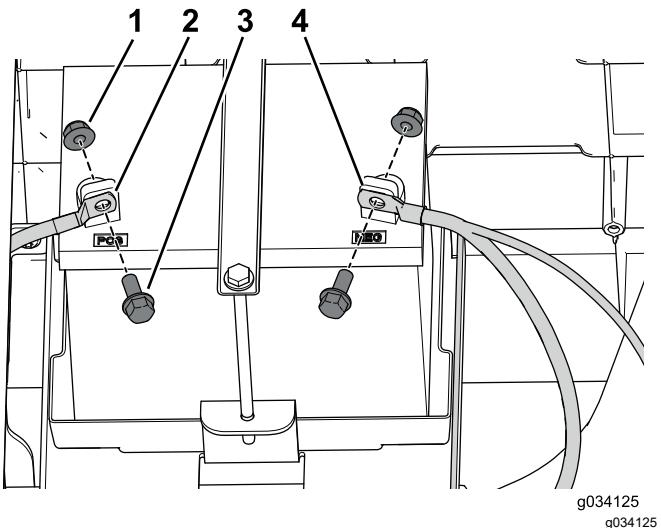

Figura 10
5. Desconecte el cable negativo (-) de la batería, y luego el cable positivo (+) de la batería, según se muestra en Figura 10.